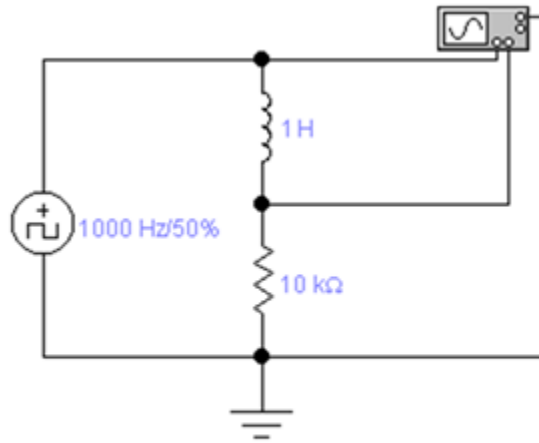

Figura 4. Circuito de medición para la corriente en el inductor
4. Intercambie la ubicación de la resistencia y la bobina como se muestra en la Figura 4.